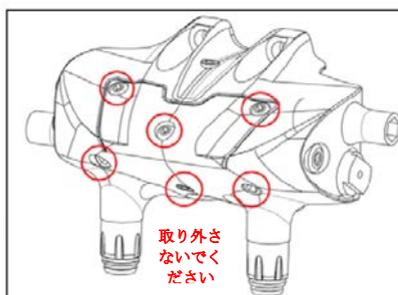

図 J-2 ねじを取り外さないでください
- ・ 丸で囲んだシリンダセクションに位置する油圧キャップのねじを外さないでください。ねじを外すことで、予期しない誤動作の原因になります。(図 J-2)